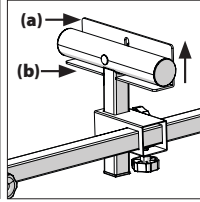

Fig. 7
- Lossa låsknappen och hög anslagsytan till högsta position (**Fig. 7**), spänn sedan låsknappen.